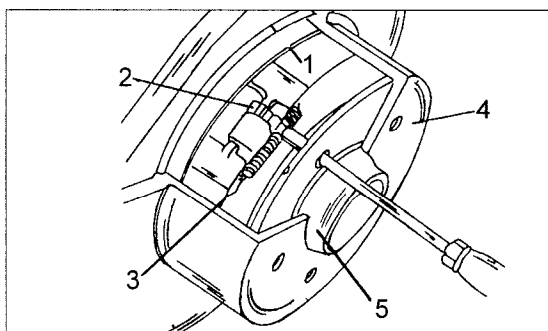

Bild 325
- Einen Schraubendreher in das in Bild 324 gezeigte Loch einsetzen (Radschraube vorher herausdrehen, bei Leichtmetallrädern die Räder abschrauben) und das Einstellrad der Nachstellvorrichtung verdrehen, bis das Rad nicht mehr durchgedreht werden kann (Bild 325). Danach das Einstellrad um 10 Zähne zurückstellen, bis das Rad wieder frei durchgedreht werden kann. Der Schraubendreher muss bei der Einstellung wie folgt bewegt werden:
Die Befestigung des vorderen Bremsseils am Fahrzeugaufbau ist in Bild 325 gezeigt. Das Bremsseil ist zwischen dem Pedalhebel und dem Handbrems-